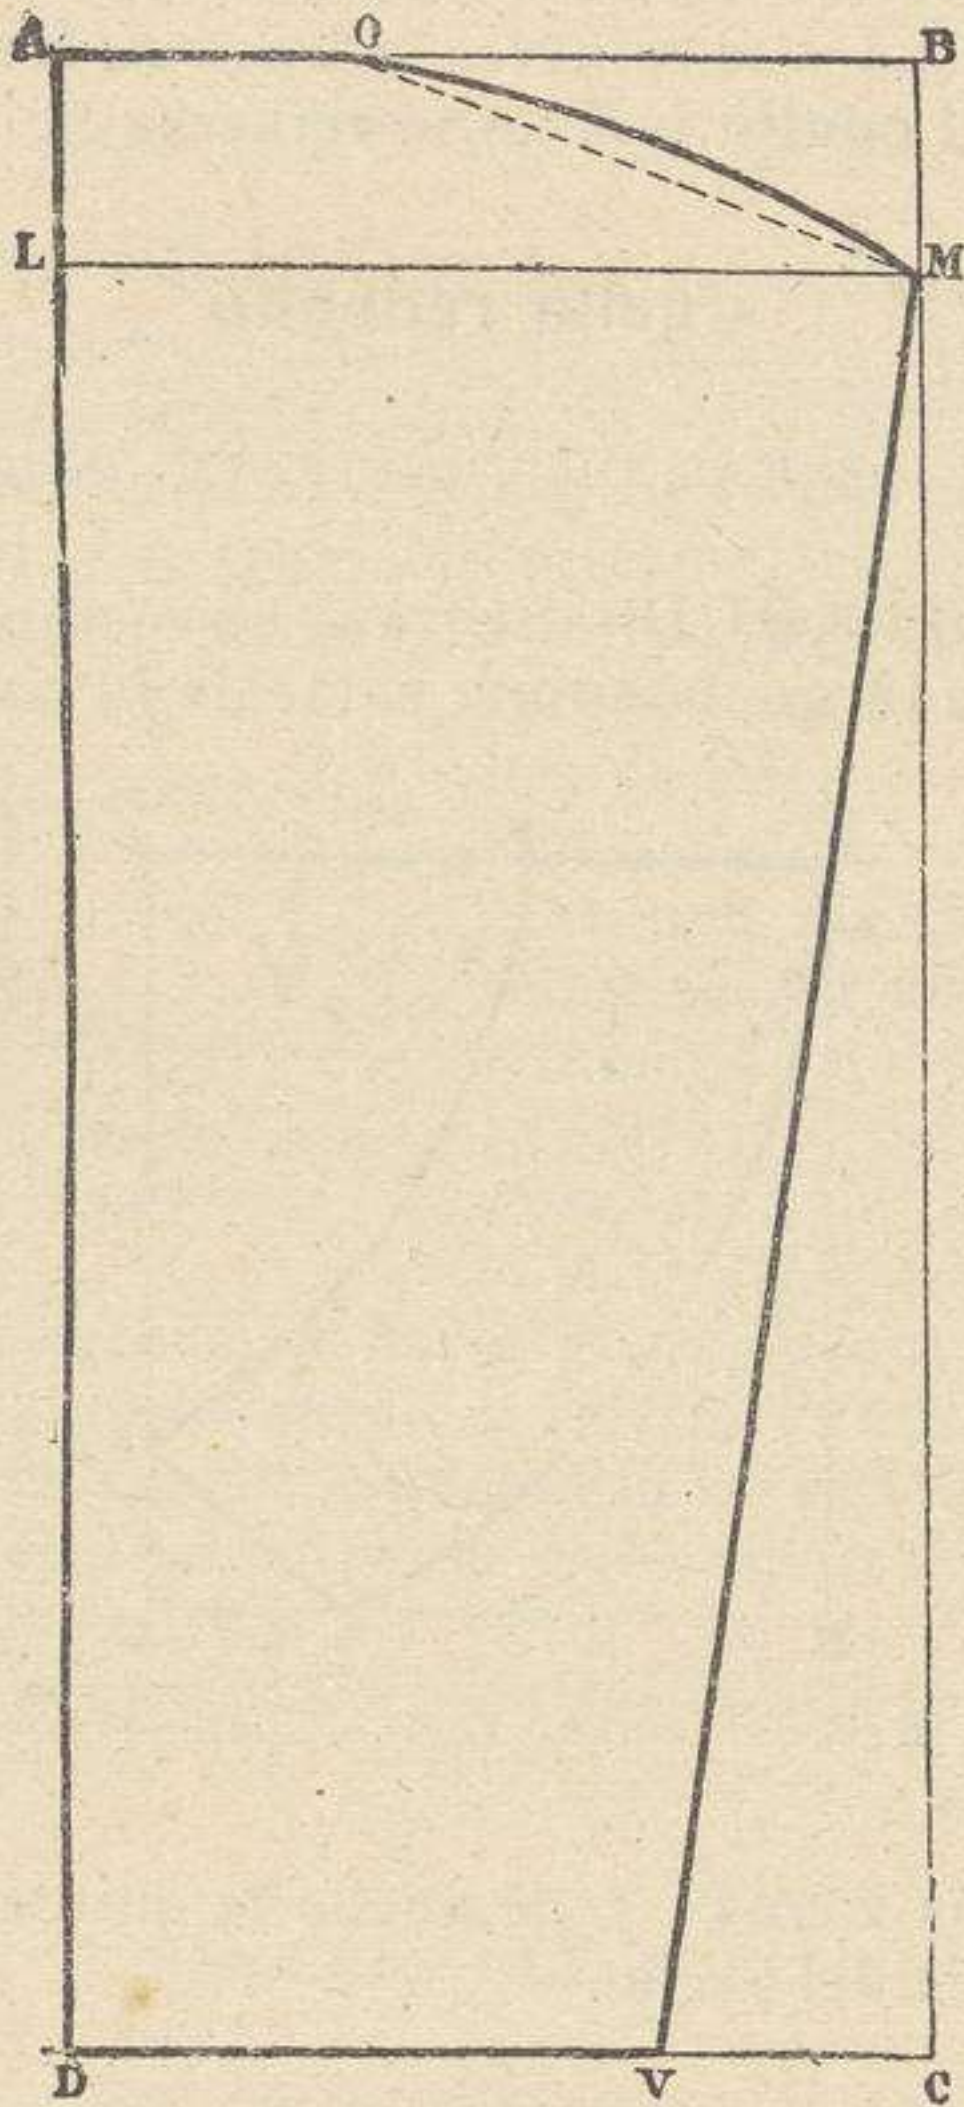

Fig. 91 ( $\frac{1}{8}$  del tamaño real).—Manga.
**Rectángulo A B C D.**—Se traza un rectángulo ABCD (fig. 91) que tenga de largo la longitud del brazo más 5 cms. y de ancho la cuarta parte de la circunferencia del pecho más 5 cms.